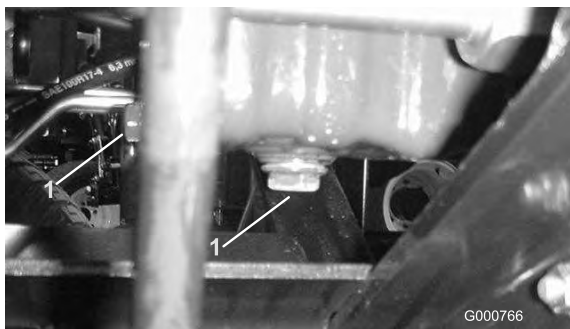

Figura 55
1. Retire el tapón de vaciado (Figura 55) y deje fluir el aceite a un recipiente apropiado. Cuando el aceite deje de fluir, coloque el tapón de vaciado.